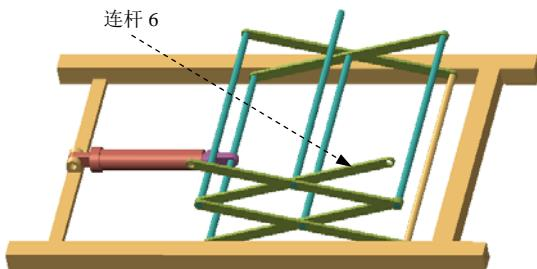

图 3.17.64 装配连杆 6
Step6. 单击操控板中的 按钮，完成元件的复制与连接，如图 3.17.64 所示。